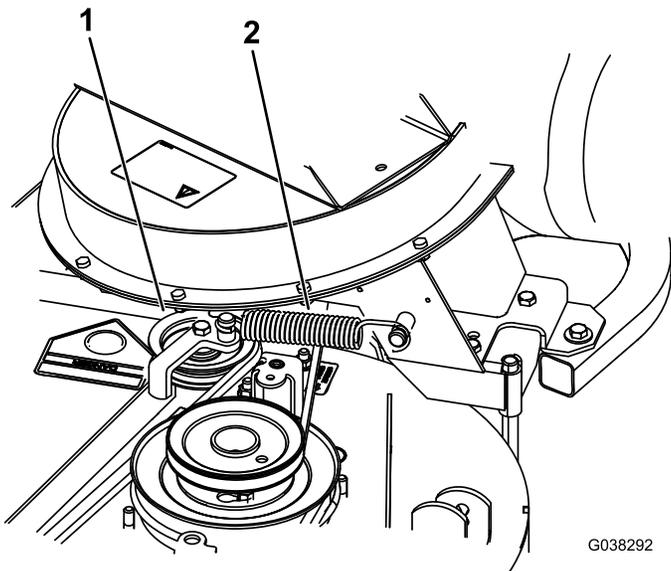

Figura 57
8. Instale el muelle según se muestra en Figura 57.
9. Coloque la correa sobre la polea tensada con muelle (Figura 57).